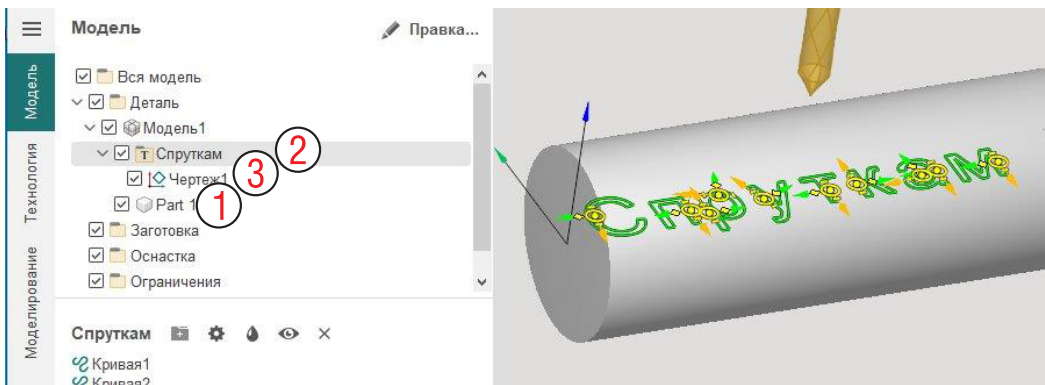

Рис. 12-13. Структура модели для цилиндрической интерполяции.
Структура модели показана на рис. 12-13. Имеется 3D тело – цилиндр (объект Part1 – (1), текст Спруткам (2) и Чертеж1 (3), который нам понадобится позднее.